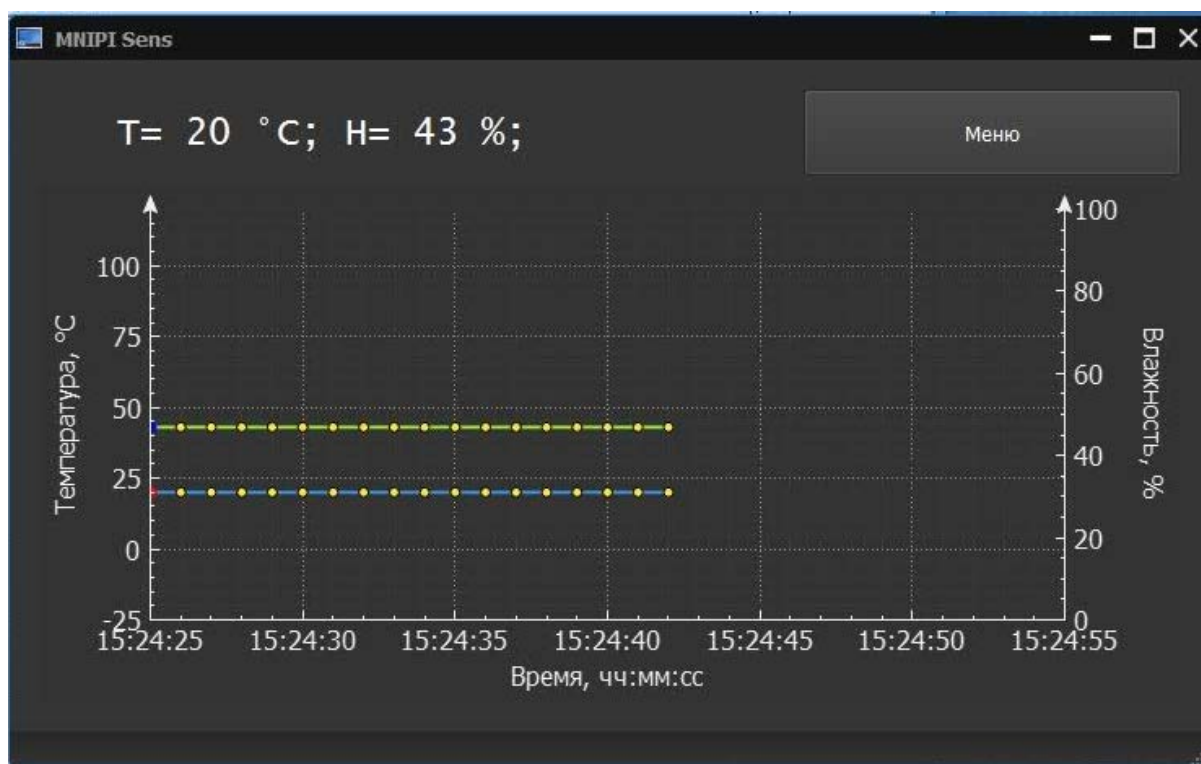

Рисунок 3.2 – Окно "Датчик температуры и влажности"
3.2.2 В главном окне при успешном подключении датчика кнопка "Датчик температуры и влажности" становится активной, нажмите ее. После чего появится окно (рисунок 3.2) с текущими измерениями.